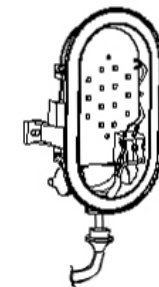

fig. 4
**fig. 4:** Open cable grommet seal and slide the cable grommet seal on cable. Put the cable through the bushing into the housing. Slide the cable grommet seal on the right place (use silicon glue if necessary). If the open cable bushing is not used, seal it.
**Bild 4:** Kabelabdichtung öffnen und über das Kabel schieben. Kabel durch die Gehäuseöffnung stecken und Dichtung einsetzen (ggf. mit Silikonkleber einkleben). Falls nicht der geöffnete Durchgang benutzt wird, diesen abdichten.